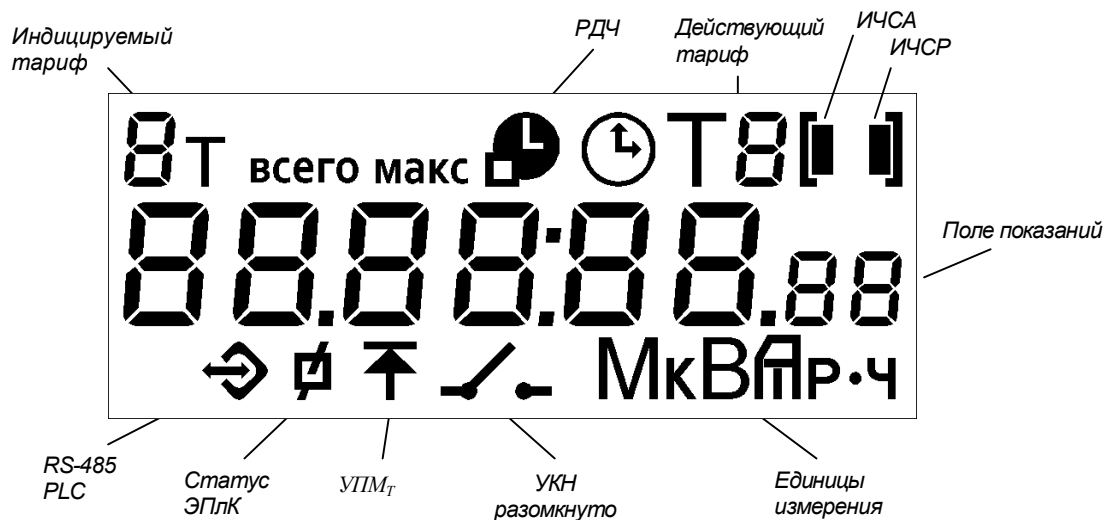

Рисунок 5 – Расположение полей дисплея счетчика
7.5.5 Информация на дисплее счетчика отображается на языке, определяемом в договоре на поставку, по умолчанию – на русском языке. Если в договоре на поставку определен иной язык отображения информации, то единицы измерения (см. рисунок 5) будут отображаться латинскими буквами согласно ГОСТ 25372-95, вместо символов **всего, макс** будут отображаться символы **sum, max** соответственно.